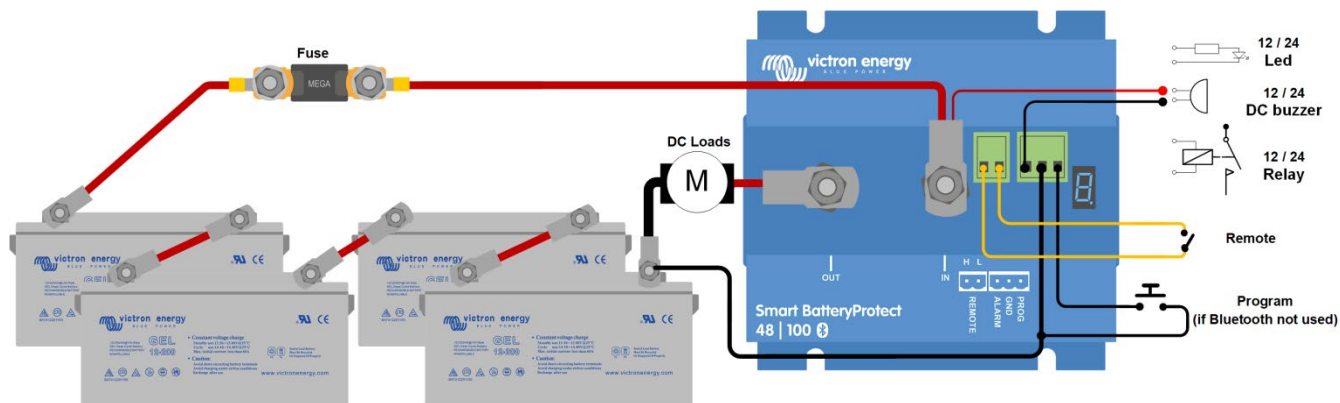

Figura 1 Diagrama de conexión del SBP 48|100 (use la entrada remota para la función on/off del sistema)
8. Si può collegare un interruttore on/ off remoto fra H remoto e L remoto (vedere figura 1). In alternativa, si può girare il morsetto H sul più della batteria o girare il morsetto L sul meno della batteria.
9. Un cicalino, LED o relè possono essere collegati fra l'emissione dell'allarme e il più della batteria (vedere figura 1). Carico max sull'emissione dell'allarme: 50 mA (resistente a corto circuito).